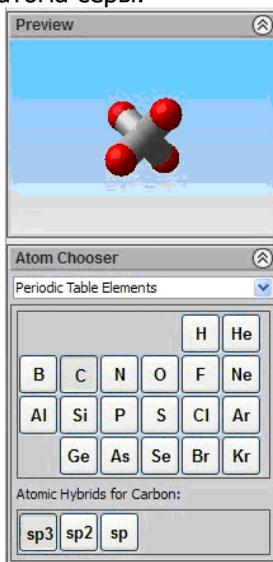

Рис.13. Режим *Periodic Table Elements*
*Periodic Table Elements (Периодическая таблица элементов)* (см. рис.13)